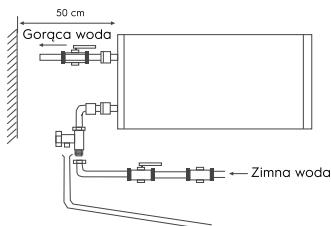

Rys. 5
- Na Otwór wylotowy ciśnienia w zaworze bezpieczeństwa (pozycja 3 na rys. 5) konieczne jest zainstalowanie rury spustowej i wyprowadzenie jej do kanalizacji w przypadku spuszczenia wody i przepełnienia nadciśnienia*. Rura spustowa połączona z otworem uwalniającym ciśnienie powinna być skierowana w dół.
Do odpływu można zapewnić Trójnik z zaworem między zaworem a tuleją (poz. 1, rys. 5).
- Podłączć wąż spustowy (poz. 3 na rys. 5) do zaworu odcinającego.Na trójkątka na Wlocie Zimnej Wody do podgrzewacza wody i skieruj go do kanalizacji lub do miejsca odprowadzania wody.
Jeśli konieczne jest wdrożenie systemu zaopatrzenia w wodę dla kilku punktów poboru wody, użyj metody SOE-Dingen (patrz rys. 5).